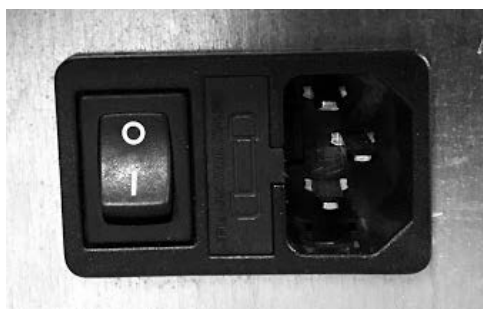

Fig. 27 - Tomada elétrica com interruptor geral
- Ligar o cabo de alimentação primeiro na parte traseira da estufa (ver **Fig. 27**) e depois a uma tomada elétrica na parede.
- O interruptor geral O/I (ver **Fig. 27**) é acionado apenas para acender a estufa, caso contrário é aconselhável mantê-lo desligado.